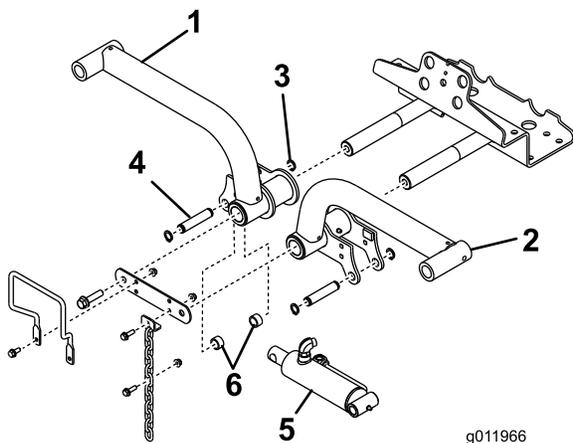

Figura 15
4. Insira os braços de elevação nas hastes de articulação dos braços de elevação (Figura 15) e fixe cada uma ligação do veio da articulação do braço de elevação e os parafusos anteriormente retirados.
2. Anel de retenção 5. Espaçadores (2)
6. Fixe a extremidade direita do cilindro de elevação no braço de elevação direito com um pino e 2 espaçadores (Figura 15). Fixe-a com um anel de retenção.